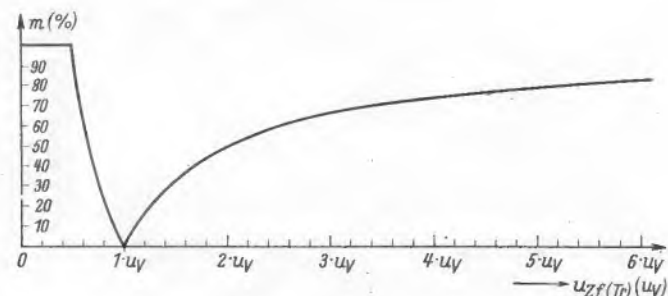
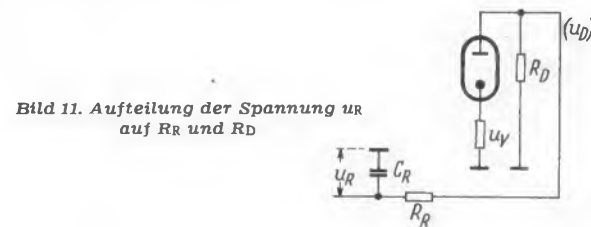
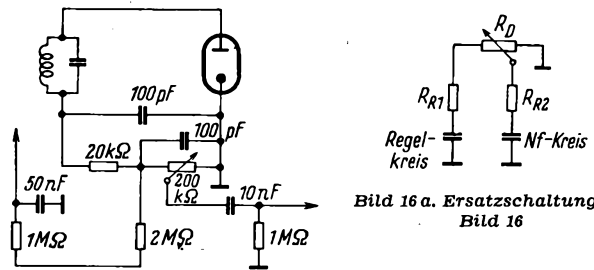
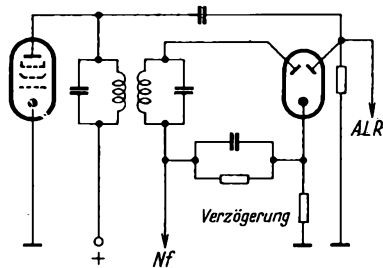

Bild 10 Max. zulässiger Modulationsgrad (bis zum Verzerrungseintritt)
Bild 11. Aufteilung der Spannung  $u_R$  auf  $R_R$  und  $R_D$
Bild 16. Demodulation und Regelspannungserzeugung in einer Diode, ohne Verzögerung
Bild 18. Anschluß der Regel- und Demodulationsdiode an Primär- und Sekundärkreis
Bild 10 zeigt den maximal zulässigen Modulationsgrad über  $u_{Zf} (Tr) = \alpha \cdot u_v$ .
Setzt man wie unter 4a die Verzögerungsspannung mit 1,2 V an, so wird nach Bild 10 das Verzerrungsgebiet vermieden:
Der in der Regelleitung liegende Siebkondensator  $C_R$  sucht sich über den Siebwiderstand  $R_R$  und den Belastungswiderstand der Diodenstrecke  $R_D$  dann zu entladen, wenn die Zf-Amplitude unter den Wert von  $u_R$  sinkt (Bild 11). Die Spannung  $u_R$  teilt sich dann auf die beiden Widerstände  $R_R$  und  $R_D$  auf. Der an der Diodenanode stehende Spannungsbetrag ist
Ein Vergleich der Kurven Bild 10 und Bild 12 zeigt also, daß nicht nur die Verzögerungsspannung, sondern auch die Entladung des Siebkondensators in der Regelleitung für die Größe des verzerrungsfrei übertragbaren Modulationsgrades maßgebend ist. Insbesondere ist zu erkennen, daß bei großen Zf-Spannungen ( $u_{Zf} (Tr) > 5 \times u_v$ ) im wesentlichen die Entladung des Siebkondensators entscheidend ist. Um das zu unterstreichen, ist der max. mögliche Modulationsgrad (gestrichelte Linie) eingezeichnet, der sich ergibt, wenn ohne Verzögerungsspannung gearbeitet wird. Dabei ist das gleiche Verhältnis  $R_R/R_D = 3/2$  wie bei der ausgezogenen Kurve zu Grunde gelegt. Also kann auch ohne Verzögerungsspannung kein größerer Modulationsgrad als 60 % verzerrungsfrei erreicht werden.
In manchen Fällen, besonders bei Anwendung der EAF 42 in einem Normalwellengerät oder der EABC 80 in einem kombinierten (AM/FM-)Gerät steht nur eine Diode für Amplitudenmodulation und Regelspannungserzeugung zur Verfügung (Bild 16).
1) Bei Verwendung einer getrennten Regeldiode erzeugt die Entladung des Kondensators  $C_R$  (Bild 11) u. U. eine Sperrung der Regeldiode in den Modulationstälern und damit eine geringere Dämpfung des letzten Zf-Bandfilters. Bei Benutzung nur einer Diode wird dagegen unter der gleichen Bedingung die Demodulationsdiode gesperrt, also eine Demodulation unmöglich gemacht.
2) Bei Verwendung einer besonderen Regeldiode ist nur die Entladung des in der Regelleitung liegenden Siebkondensators ( $C_R$  in Bild 11) zu berücksichtigen. Bei nur einer Diode dagegen ist zu beachten (Bild 16), daß die Regelgleichspannung sowohl an diesem Siebkondensator als auch an dem Trennkondensator in der Nf-Abnahmeleitung steht.
Im Regelkreis ist nach Bild 16  $R_{R1} = 3 M\Omega$ ,  $R_{D1}$  ist das Lautstärkepotentiometer.
Daraus ergibt sich die Ersatzschaltung Bild 16 a. Da die Ladespannungen an den beiden Kondensatoren gleich sind, hat der Ersatzwiderstand für  $R_{R1}$  und  $R_{R2}$  die Größe:
Für die Bestimmung des größten Modulationsgrades, bei dem die Verzerrungsgrenze nicht erreicht wird, ist also nach Bild 16 einzusetzen
In diesem Fall ist es also leichter, das Gerät auf die Sollfrequenz richtig abzustimmen; die Abstimm­schärfe ist größer als bei Anschluß der Regeldiode an den letzten Zf-Kreis. Für den Anschluß einer Abstimm­anzeigeröhre gilt nach dem Vorhergesagten, daß die Anzeigeschärfe dann größer ist, wenn die Regeldiode am Primärkreis liegt und die Steuerspannung für die Abstimm­anzeigeröhre von der Demodulationsdiode, also vom Sekundärkreis, abgenommen wird (Bild 18).
Am Arbeitswiderstand der Regeldiode ( $R_1$ ) (Bild 6) steht außer der Gleichspannung die Tonfrequenz. Wegen der Verzögerung ist diese mehr oder weniger verzerrt. Bei Anschluß von Regeldiode und Demodulationsdiode an dem gleichen Kreis kann ein kleiner Anteil der verzerrten Nf-Spannung an den Arbeitswiderstand der Demodulationsdiode ( $R_2$  über  $C_1$ , Bild 16) kommen. Bei getrenntem Anschluß (Bild 18) ist eine solche Verkopplung nicht möglich, da Nf-Spannungen über die Kopplung im Zf-Bandfilter nicht übertragen werden. Die Berücksichtigung dieses Punktes ist vor allem wichtig, wenn man in Gebieten arbeitet, in denen der verzerrungsfrei zu verarbeitende Modulationsgrad nur klein ist (Bild 12), d. h. bei Geräten mit großer Verzögerung und/oder mit vom Regaleinsatz an flach verlaufender Regelkurve. Denn wie Bild 10 und 12 zeigen, sind die Verzerrungen um so kleiner, je größer